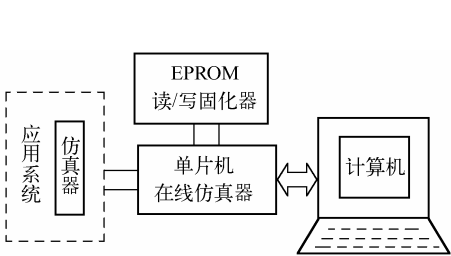

图 7.3 通用型单片机开发系统
(1) 通用型单片机开发系统。这是目前国内使用最多的一类开发装置。如上海复旦大学的 SICE-II、SICE-IV，中国科技大学的 WJ-51-5、WJ-51-VIII。它采用国际上流行的独立型仿真结构，与任何具有 RS-232C 串行接口的终端或计算机相连，即可构成单片机开发系统。系统中配备有 EPROM 读出/写入器、仿真插头和其他外设，其基本配置如图 7.3 所示。
在图 7.3 中，EPROM 读出/写入器用来将用户的应用程序固化到 EPROM 中，或将 EPROM 中的程序读到仿真 RAM 中。在调试用户系统时，仿真插头必须插入用户系统空出的 CPU 插座中。当仿真器通过串行口与计算机联机后，用户可利用组合软件，先在计算机上编辑、修改源程序，然后通过 MCS-51 交叉汇编软件将其汇编成目标码，传送到仿真器的仿真 RAM 中。这时用户可用单拍、断点、跟踪、全速等方式运行用户程序，系统状态实时地显示在屏幕上。该类仿真器采用模块化结构，配备有不同外设，如外存板、打印机、键盘/显示板可在现场完成仿真调试工作。